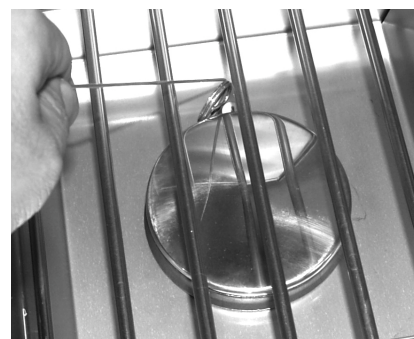

Fig. 28-2 - Éclairage manuel
2. Insérez un allumeur brûlant de butane de long-baril, une allumette brûlante de long-tige, ou une allumette brûlante tenue par un support de prolongation de fil par la grille à cuire s'ouvrant au brûleur (fig. 28-2). Tenez la flamme contre le bord du brûleur.
4. Si le brûleur ne se allume pas dans les cinq (5) secondes de tourner le bouton de commande, enfoncez immédiatement le bouton et tournez la valve à **AU LOIN**. ATTENDEZ CINQ (5) MINUTES avant de répéter les étapes 2 à 4 des instructions manuelles d'éclairage.